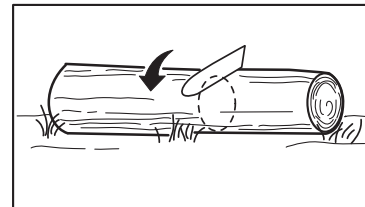

FIG. 4
1. Tronco sostenuto su tutta la sua lunghezza: Tagliare dall'alto verso il basso (fig 4).